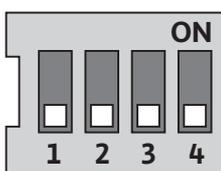

Fig. 29: Interruttori DIP
Gli interruttori DIP (Fig. 9, pos. 6/Fig. 29) si trovano sotto la copertura del corpo.